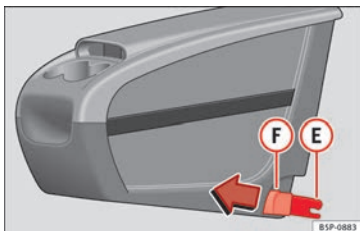
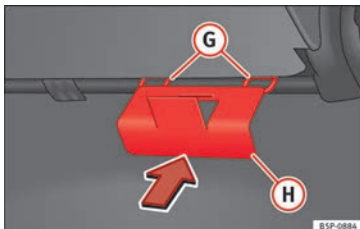

Bild 93 Mobilförrådsutrymme. Montering.
Bild 94 Monteringsplatta för det mobila förrådsutrymmet.
- Sätt fast monteringsplattan för det mobila förrådsutrymmet (H) » bild 94 inifrån bilen, genom sätets bakre del. Den ska sättas fast mellan ryggstödet och sätet i mittdelen av baksätet.
- Sätt ihop de båda monteringsdelarna (E) » bild 93, med de två monteringsringarna (G) » bild 94 och tryck hårt till dess båda klämmorna sitter helt fast i ringarna.
- Skjut alla knapparna » bild 93 (F) på klämmorna (röda knappar) framåt till dess de knäpps loss.